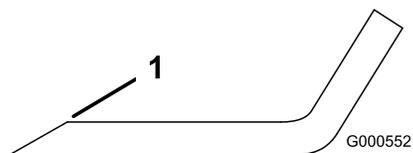

Figura 106
1. Utilize uma lima para afiar aresta de corte em ambas as extremidades da lâmina (Figura 106).
- Nota:** Se lâmina não estiver equilibrada, lime algum metal da extremidade da aba apenas (Figura 106).